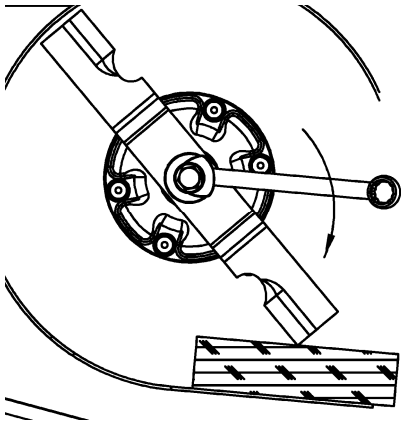

Fig. 15
- Utilisez un bloc de bois pour empêcher la lame de la tondeuse de tourner. (Reportez-vous à la Fig. 15)